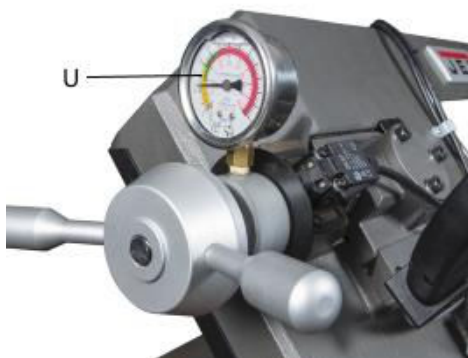

Рис.8
Поворачивайте ручку натяжения до тех пор, пока не будет достигнуто нужное натяжение пилы на шкале натяжения (U) зеленого цвета. (рис.8). Капните на ленточное полотно несколько капель масла.